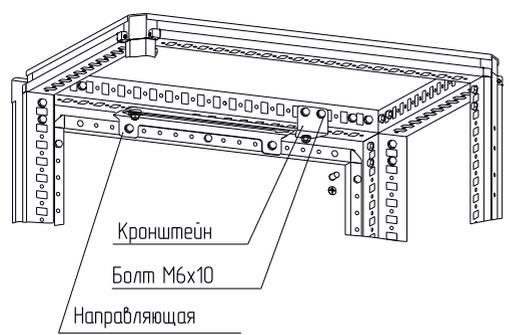

Рисунок 68
4.38.2 Закрепить кронштейн ограничителя угла открытия двери 90 град на крыше каркаса болтами М6×10 (рисунок 68). Момент затяжки – 7 Н·м.